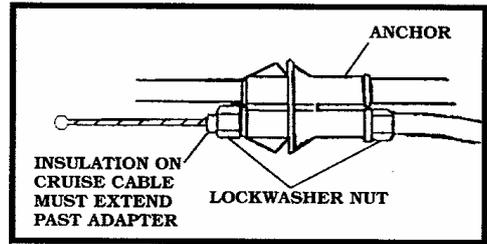

Figure 25
- 將定速器鋼索外管塞進6.4MM的孔內，再鎖上第二個保險螺帽。(Figure 25)